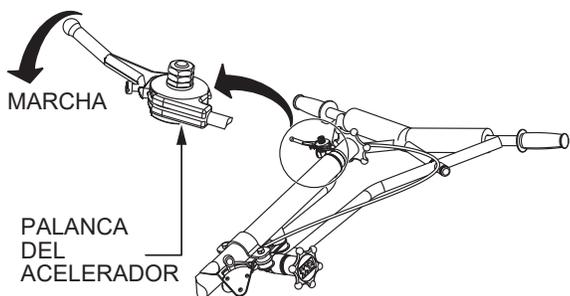

Figura 7. Palanca del acelerador (MARCHA)
3. Ponga la palanca del acelerador (Figura 7) en la posición de **MARCHA**.